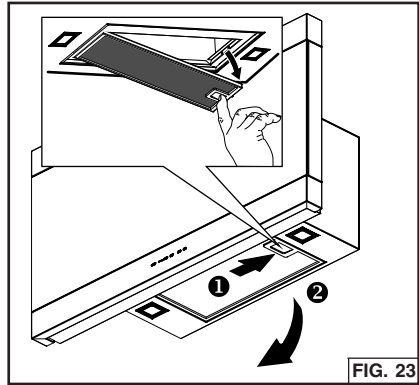

FIG. 23
1. Para retirar el filtro de GRASAS, presione la lengüeta del pestillo para desprender el filtro de la campana. Inclínelo hacia abajo y retírelo. Fig. 23.
2. Para instalar el filtro de GRASAS, alinee las lengüetas posteriores del filtro con las ranuras de la campana. Presione la lengüeta del pestillo, coloque el filtro en su posición y libérela. Asegúrese de que el filtro quede bien conectado después de la instalación. Fig. 23.
1. Retire el filtro de grasas. Fig. 23.